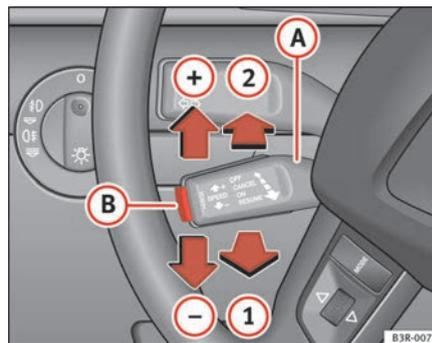

Fig. 151 Éléments de commande du régulateur de vitesse
- Tirez le levier **A** en position ⇒ fig. 151 **1** afin d'activer le système.
- Poussez le levier **A** vers le haut, dans le sens  $\Rightarrow$  page 187, fig. 151 **+**.
- Poussez le levier **A** vers le bas, dans le sens  $\Rightarrow$  page 187, fig. 151 **-**.
- Chaque fois que vous poussez brièvement le levier **A** vers le haut, dans la direction  $\Rightarrow$  page 187, fig. 151 **+**, la vitesse augmente de 2 km/h environ.
- Chaque fois que vous poussez brièvement le levier **A** vers le bas, dans la direction  $\Rightarrow$  page 187, fig. 151 **-**, la vitesse diminue de 2 km/h environ.
souhaitée en procédant comme suit : conduisez à la vitesse souhaitée, puis appuyez brièvement sur la touche ⇒ page 187, fig. 151 **B** (SET).
- Poussez le levier **A** ⇒ page 187, fig. 151 en position **2** (le faire encliqueter).